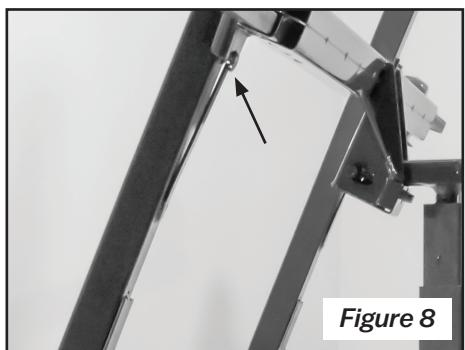

Figure 8
- Pousser chaque traverse vers l'avant dans la cavité jusqu'à ce que la tige à ressort sur le bas de la traverse s'encliquète (figure 8).